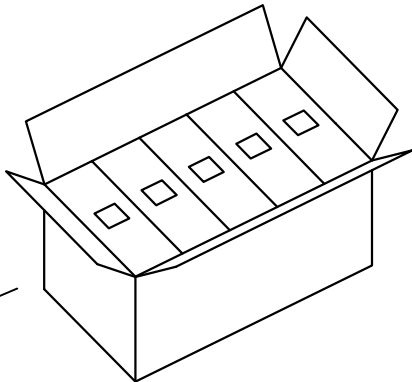

图4 外箱
- 3: 如图4，每外箱装10内盒，数量为10X (5X500pcs)。